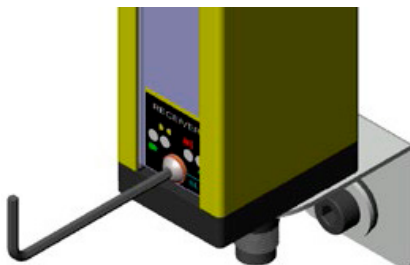

Figura 6.5: Retire el tornillo frontal para programar
9. Vuelva a colocar el tornillo para la protección de la programación hecha (Ver Figura 6.5 en la página 69). Al final de la programación, el LED azul irá parpadeando de acuerdo con la programación realizada, 1, 2 o 3 veces, respectivamente, para la programación hecha con 1, 2 o 3 haces de luz.